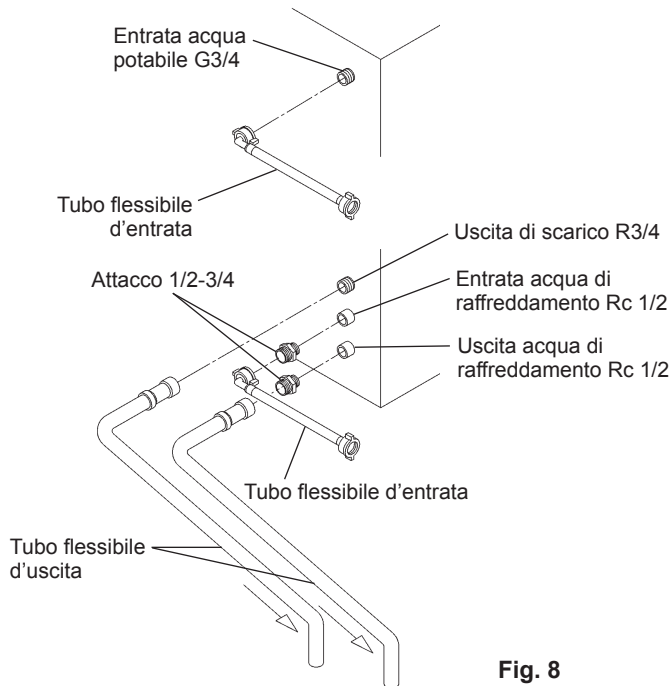

Fig. 8
[b] Collegamenti conformi a norme diverse da quelle WRC mediante tubi ausiliari (Fig. 8)
2) Per i collegamenti del condensatore, utilizzare i tubi ausiliari appartenenti alla dotazione e realizzare gli stessi collegamenti come descritto nei passaggi da 1) a 3) della sezione [a] con le parti disponibili degli attacchi 1/2-3/4, come da Fig. 8.